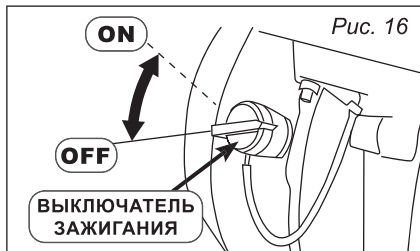

Рис. 16
- Переведите выключатель в положение «OFF» (рис. 16).
3. Переведите выключатель в положение «ON» (рис. 16).
7. После запуска двигателя, медленно поворачивайте ручку управления воздушной заслонкой управления в положение «OFF» (рис. 16).